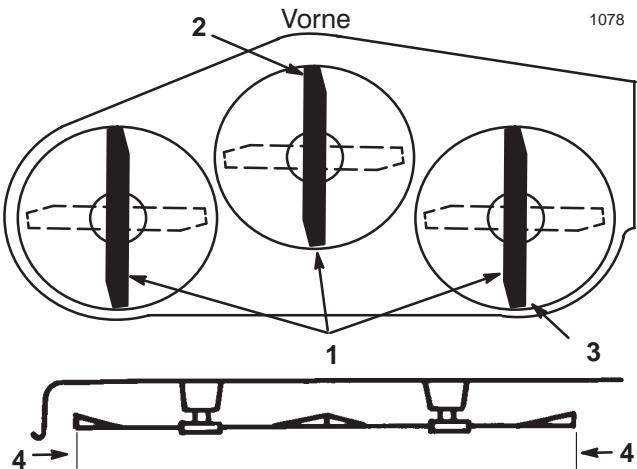

Bild 14
9. Messen Sie zur Prüfung der Schnittmesserneigung in Längsrichtung den Abstand zwischen der Mähwerkunterseite (Mitte vorne und Mitte hinten) und der ebenen Oberfläche (Bild 14).